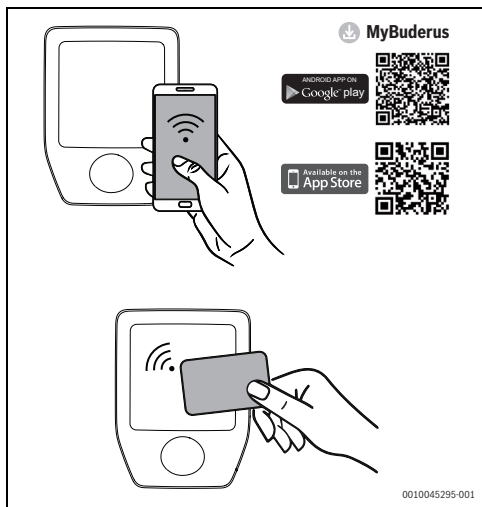

Fig. 192 Autentificare prin intermediul cardului RFID
- ▶ Deblocați Logavolt prin intermediul cardului RFID, al aplicației sau al aparatului de blocare extern. Acest pas este opțional (→ Fig. 192 și 191, pagina 183).